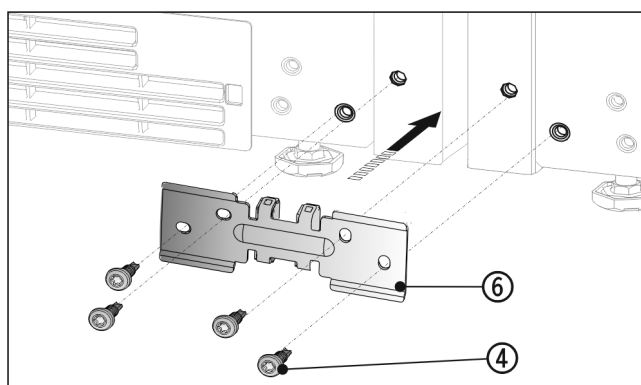

Fig. 17
- Spostare la squadretta Fig. 17 (6) con il distanziale fra le apparecchiature e avvitare con 4 viti Fig. 17 (4) senza stringerle.